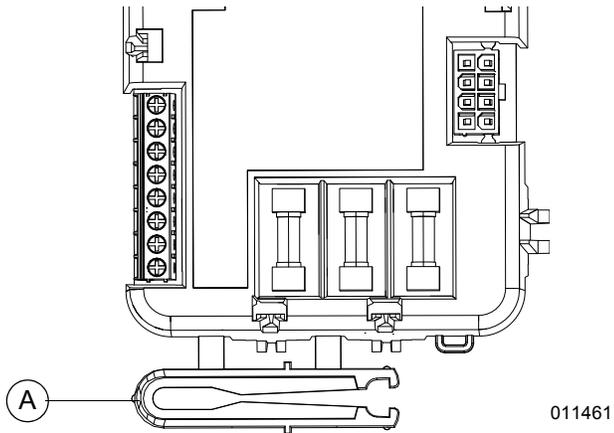

Figure 4-2. Outil de dépose et de pose de fusible
Voir **Figure 4-2**. Un outil de dépose et de pose de fusible (A) se trouve dans le logement du contrôleur.